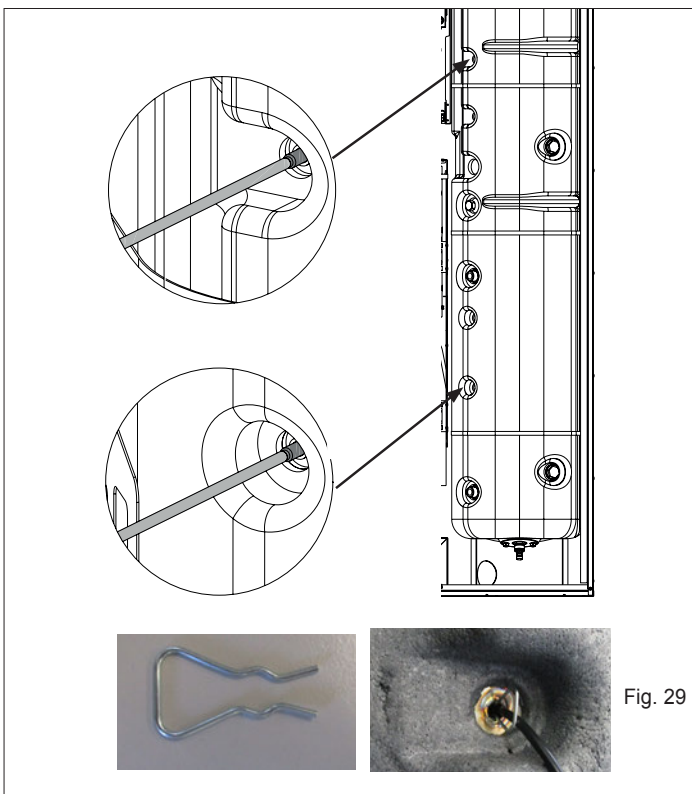

Fig. 29
15. Collegamento delle sonde (fig. 29)